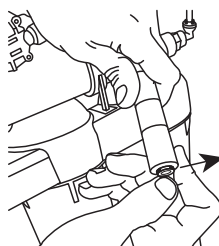
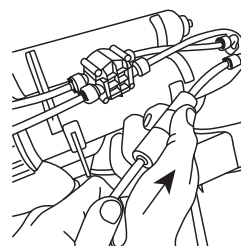
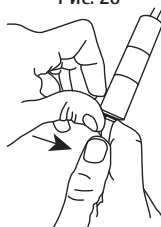
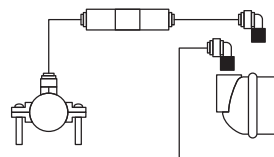

Рис. 26
Рис. 27
Рис. 28
Рис. 29
5.9.4. Извлеките стопорную клипсу из выхода ограничителя потока (Рис. 26). Вставьте шланг от дренажной муфты (Рис. 27). Зафиксируйте стопорной клипсой (Рис. 28). Подключение должно соответствовать схеме подключения модели (Рис. 29)